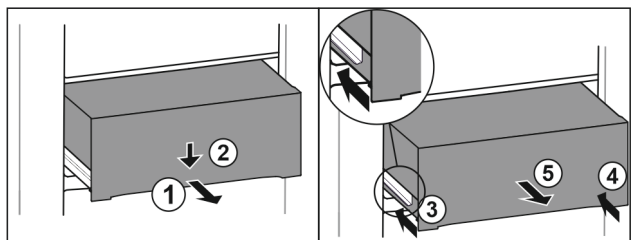

Fig. 106
- ▶ Zásuvku napůl vytáhněte. Fig. 106 (1)
- ▶ Stlačte zásuvku na přední straně dolů. Fig. 106 (2)
- ▶ Zasuňte levou kolejničku přibližně do 2 cm. Fig. 106 (3)
- ▶ Zasuňte pravou kolejničku přibližně do 2 cm. Fig. 106 (4)
- ▶ Vyjměte zásuvku dopředu. Fig. 106 (5)